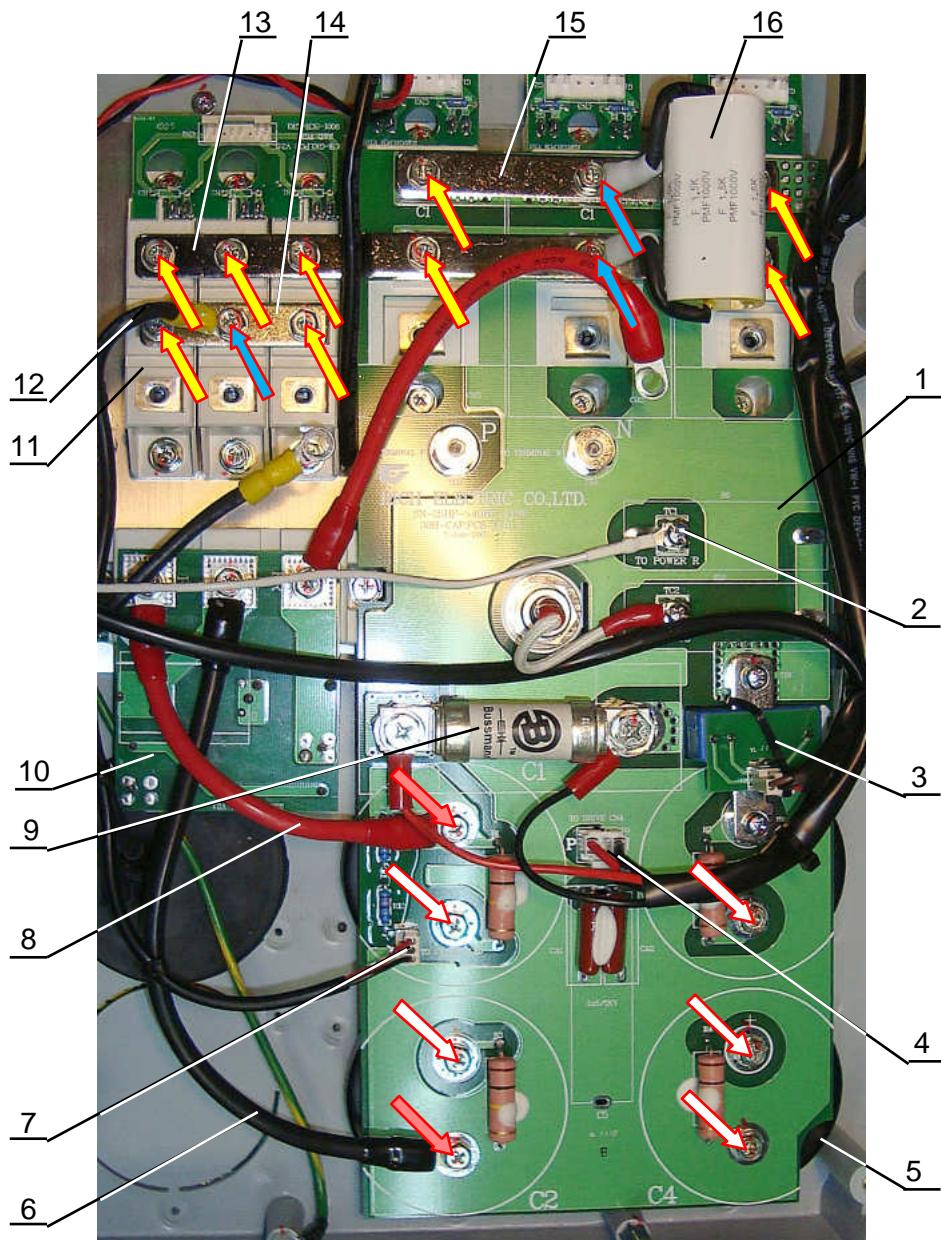

Рис. 7.16.
7.9.1. Взять емкостную плату (табл.4.1, поз.3), установить ее поверх конденсаторов и модулей IGBT, совместив отверстия платы с отверстиями для крепления выводов конденсаторов (рис.7.16).
7.9.2. Вкрутить, не затягивая, пять винтов (белые стрелки на рис. 7.16) крепления емкостной платы 1 к конденсаторам 5.
7.9.3. Прикрутить, не затягивая, двумя винтами (красные стрелки на рис.7.16) наконечники проводов 6 и 8 к контактам «-» и «+» платы и к конденсаторам (рис.7.16).
7.9.4. Взять шины «+ IGBT», «+выпрямителя» и «-» (табл.4.1, поз.17), установить шины на емкостную плату и на выводы диодно-тиристорных модулей, как показано на рис.7.16.
7.9.5. Вкрутить, не затягивая, девять винтов (желтые стрелки на рис. 7.16) крепления шин 13...15 к модулям IGBT и диодно-тиристорным модулям.
7.9.6. Взять снаббер (табл.4.1, поз.18; рис.7.16, поз.16), прикрутить двумя винтами к емкостной плате и среднему модулю IGBT (синие стрелки на рис.7.16).
7.9.7. Прикрутить наконечник длинного провода реактора 12 к шине «+» и среднему диодно-тиристорному модулю (синяя стрелка на рис.7.16).
7.9.9. Взять жгут индикатора заряда (табл.4.1, поз.31), подключить розетку 7 жгута к разъёму CN1 ёмкостной платы (рис. 7.16).
7.9.10. Взять жгут питания платы драйверов (табл.4.1, поз.29), подключить розетку 4 жгута к разъему CN3 ёмкостной платы (рис. 7.16).
7.9.11. Вкрутить винт 2 крепления наконечника провода цепи предзаряда M3,5x8 с фигурной шайбой к клемме ТС1 ёмкостной платы 1 (рис. 7.16).